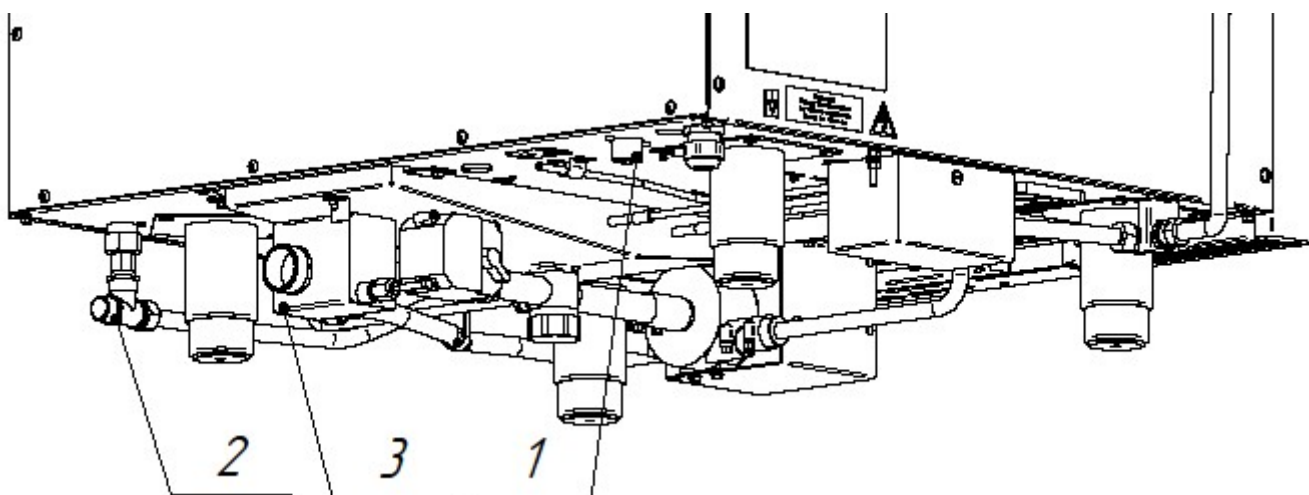

Рис. 4. Подключение к системе водоснабжения
- подача воды в духовку - G3/4 наружная резьба (см. рис. 4 поз. 1). Подключение выполнить только через водоумягчительную установку (водородно-ионного обмена). Рекомендуется использовать фильтр BRITA PURITY C300 Quell ST.
- подача воды к душевому устройству и коробке охлаждения слива - G1/2" наружная резьба (см. рис. 4 поз. 2). Допускается подключать к неподготовленной воде.
- используя шланг из комплекта поставки, подключить пароконвектомат к системе канализации (см. рис. 15). Шланг подключить через штуцер с резьбой G1¼" (см. рис. 4 поз. 3). Подключение к канализации выполнить с разрывом струи не менее 20мм от верха приемной воронки (СНиП 2.04. 01-85 п. 17.11).